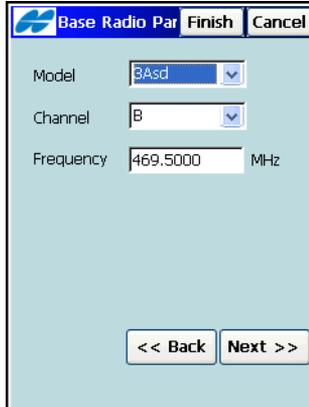

Abbildung 4-14. Satel-Funkparameter
- Beim Satel-Modem müssen Modell, Kanal und Frequenz eingestellt werden (Abbildung 4-14).